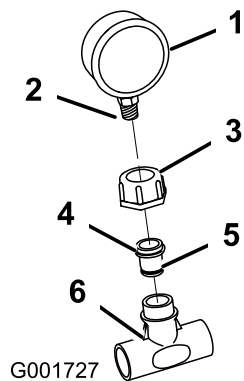

Figura 12
10. Envuelva las roscas del manómetro con cinta teflón. Instale la tuerca pequeña de plástico y el racor reductor en el manómetro. Utilice una llave hexagonal para enroscar el racor reductor en el manómetro (Figura 12).
11. Instale el conjunto del manómetro en el acoplamiento en T de plástico (Figura 12).